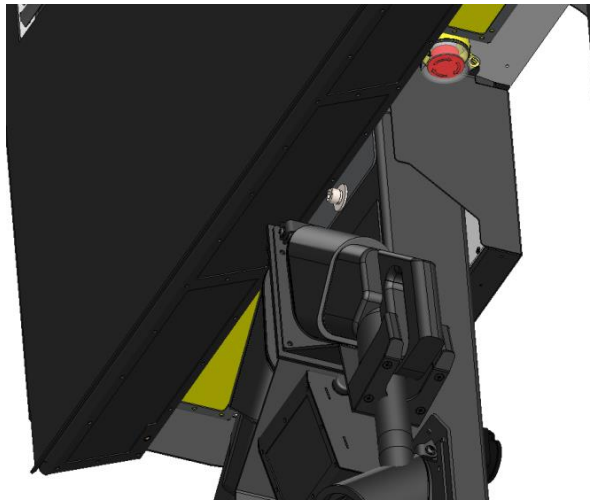

Рисунок 7.1. Расположение винта на задней стороне ЗС
1. Изъять винт на задней стороне ЗС (рис. 7.1).